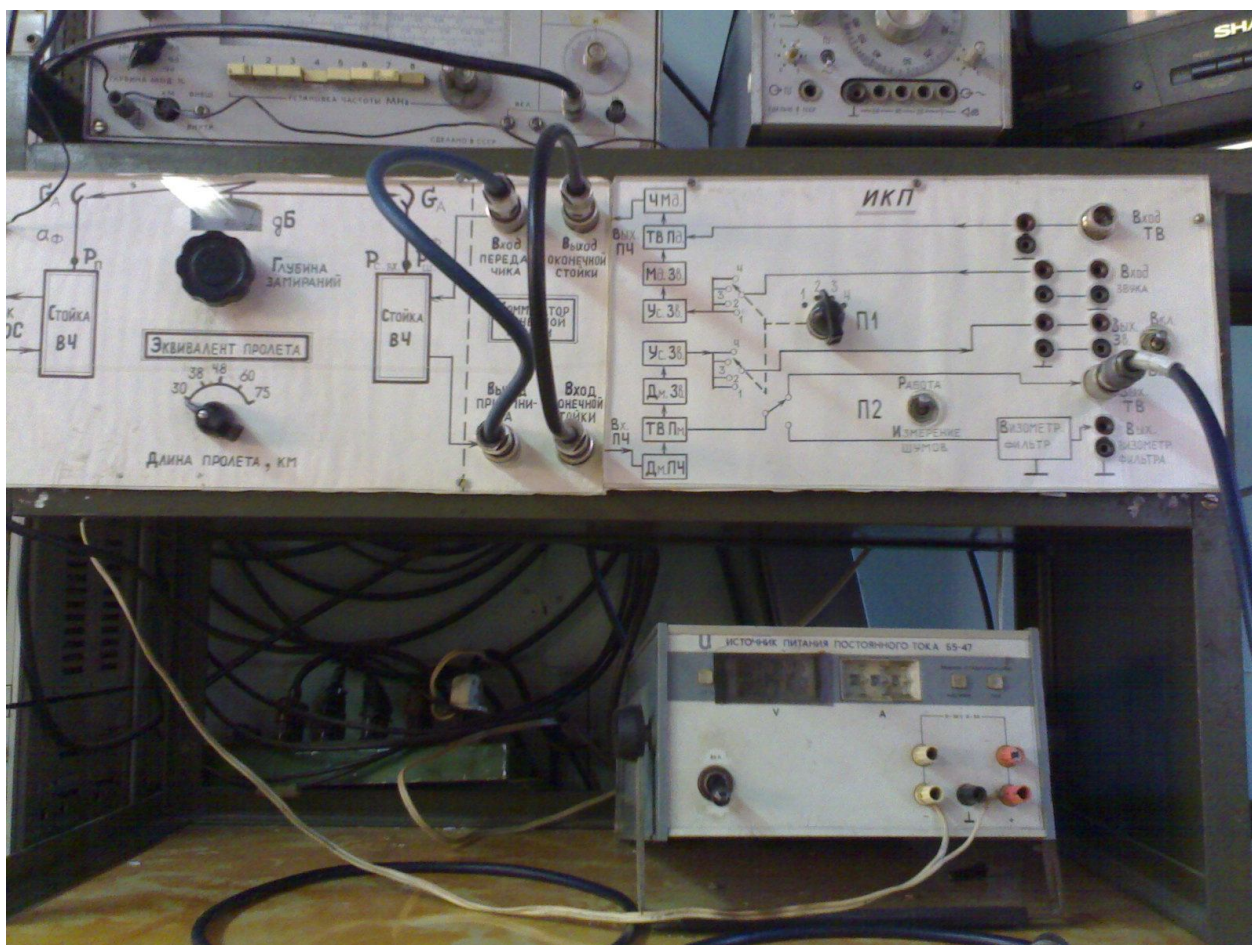

Рис.12.1. Блок питания Б5-47 и ИКП (соединения для работы в режиме «на себя»)
1. Соединить на ИКП кабельной перемычкой гнезда Выход ОКОНЕЧНОЙ СТОЙКИ (Вых. ПЧ) и Вход ОКОНЕЧНОЙ СТОЙКИ (Вх. ПЧ), как показано на рис.12.1.
2. Включить блок питания стойки Б5-47 (см. рис.12.1).